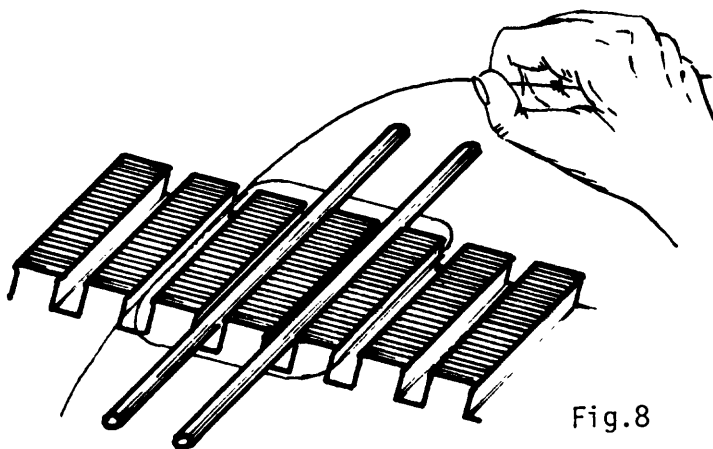

Fig.8
- 1º paso - *Coloque varillas de madera, fibra o caña en las ranuras que formarán el centro del grupo, las que servirán para sujetar y moldear las bobinas a hacer (fig.8).*
a Coloque el alambre, espira a espira, en las respectivas ranuras comenzando por la bobina interna (fig.8), hasta completar las vueltas correspondientes.